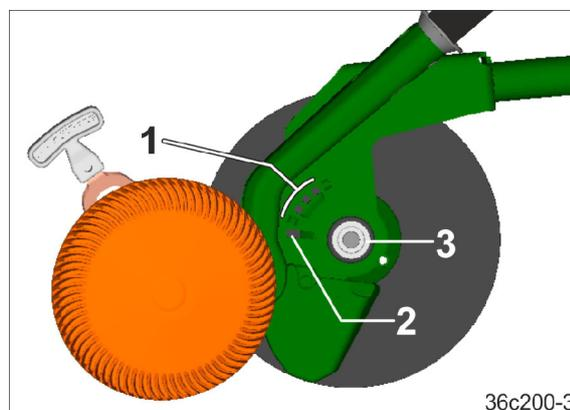

Fig. 147
1. Den Ansatz des Hebels über die Lochgruppe (Fig. 147/1) hinweg in dem Langloch (Fig. 147/2) einrasten.
2. Die Tiefenführungsscheibe/rolle im Langloch (Fig. 147/2) soweit verschieben, bis die Tiefenführungsscheibe/rolle vom Verschluss (Fig. 147/3) freikommt.
1. Die Tiefenführungsscheibe/rolle auf den Verschluss (Fig. 147/3) aufstecken. Dabei fasst der Ansatz in das Langloch (Fig. 147/2) des Schar.
2. Die Tiefenführungsscheibe/rolle im Langloch (Fig. 147/2) soweit verschieben, bis die Tiefenführungsscheibe/rolle im Verschluss einrastet. Ein leichter Schlag auf den Scheibenmittelpunkt erleichtert das Einrasten.
3. Den Ansatz mit Hilfe des Hebels aus dem Langloch ziehen und in die erforderliche Bohrung (Fig. 147/1) stecken.